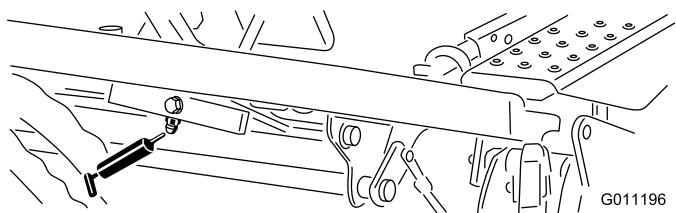

Figure 29
- Pivot de relevage de tonte (Figure 29).